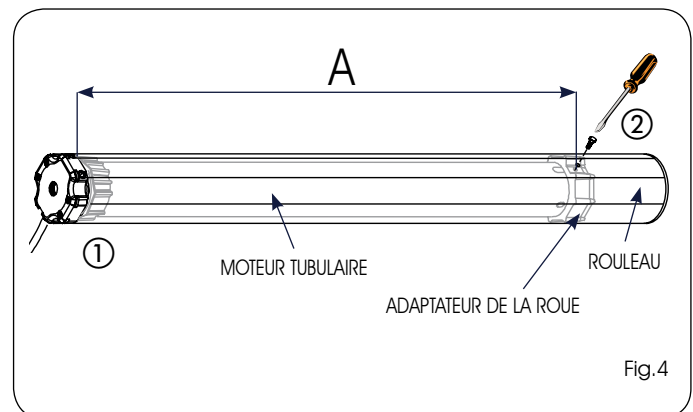

Fig.4
2) Introduire le moteur tubulaire assemblé à l'intérieur du rouleau du côté opposé à la calotte, jusqu'à ce que l'adaptateur de la couronne se trouve complètement à l'intérieur du rouleau (Fig.4 réf.①).
3) Fixer l'adaptateur de la roue au rouleau par l'intermédiaire d'une vis autotaraudeuse 4x10 introduite dans le trou réalisé précédemment, d'après la figure 4 réf.②.